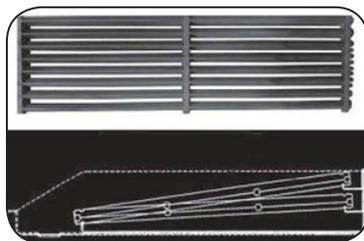

Fig. 3b
2. Poser les grilles de cuissons supérieures avec les barreaux inclinés vers l'avant comme à la Fig. 3b. Sinon, placer les grilles à plat, sans les incliner, pour la cuisson.